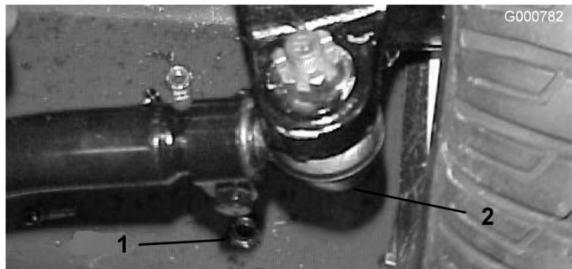

図 71
アクスル・ケースのサポート（図 71）から外す。
3. タイロッド両側のクランプをゆるめる（図 71）。